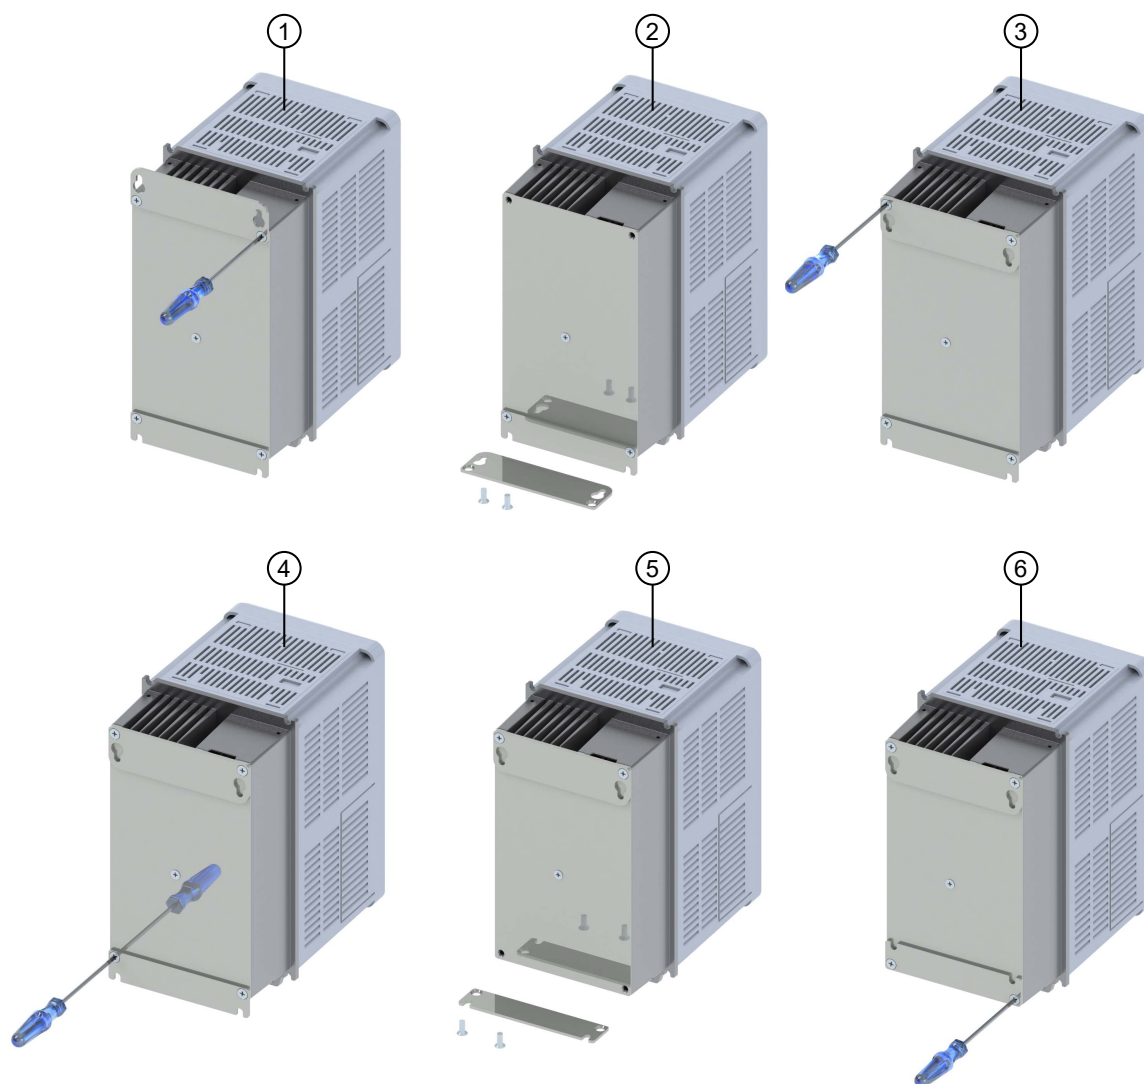

Figura 3.4: Reposicionamiento de los soportes de montaje
- Los soportes de montaje deben ser removidos y reposicionados como es ilustrado en la Figura 3.4.